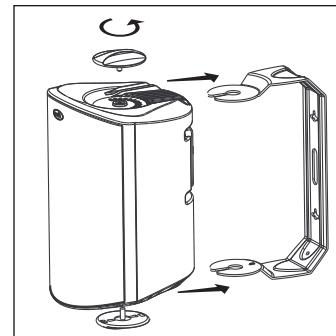

FIGURA 14: Gire las perillas para quitar el soporte.
12. Fije el altavoz en el soporte deslizando el altavoz entre los brazos del soporte. Las rampas integradas abren ligeramente el soporte y guían los extremos hacia las protuberancias. Un sistema de trinquete sujeta el altavoz en posición y permite hacer ajustes menores de orientación [figura 14].